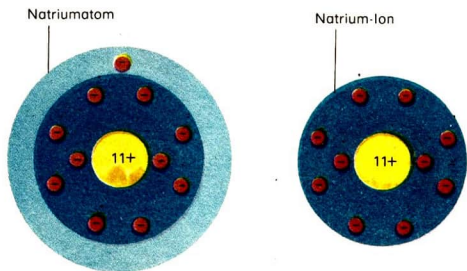

Abb. 85
**Eigenschaften von Kaliumchlorid, Magnesiumchlorid, Zinkchlorid und Kupferchlorid.** Kaliumchlorid, Magnesiumchlorid, Zinkchlorid, Kupferchlorid und Natriumchlorid bezeichnet man allgemein als **Metallchloride**. Sie haben alle sehr ähnliche Eigenschaften. Diese Metallchloride bestehen aus Kristallen und sind in Wasser löslich. Ihre wäßrigen Lösungen leiten den elektrischen Strom. Auch die Schmelzen leiten den elektrischen Strom (Experiment 39), die festen Metallchloride dagegen nicht. Die Kristalle von Kaliumchlorid, Magnesiumchlorid und Zinkchlorid sind weiß. Dagegen ist Kupferchlorid grün und seine wäßrige Lösung hellblau. Metallchloride haben hohe Schmelztemperaturen. ①
**Teilchen von Metallchloriden.** In den wäßrigen Lösungen und Schmelzen einiger Metallchloride konnten die Chemiker bewegliche, elektrisch geladene Teilchen von der Größenordnung der Atome nachweisen. Diese Teilchen bezeichnet man als **Ionen** („ion“ griechisch, wandernd). Die elektrische Leitfähigkeit von wäßrigen Lösungen (Experiment 38) und Schmelzen (Experiment 39) einiger Metallchloride läßt sich auf die beweglichen Ionen zurückführen. ②
**Vergleich von Atomen und Ionen.** Atome und Ionen eines Elements unterscheiden sich durch ihre Größe und durch die Anzahl der Elektronen (Abb. 85).